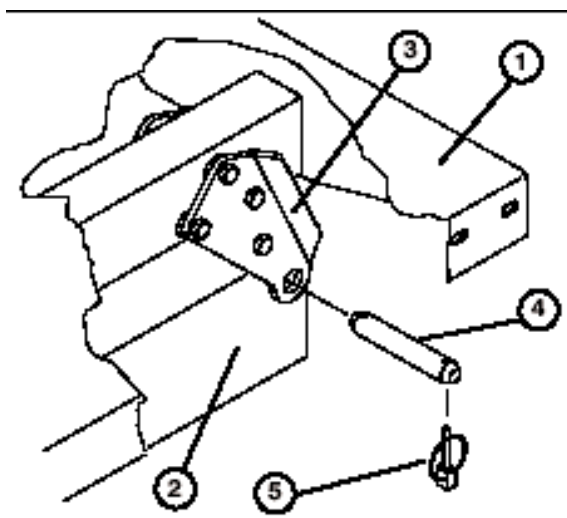

Bild 10
3. Nehmen Sie die Lastösenbolzen ab, mit denen die Zylinderstangenenden an den Pritschenbefestigungsplatten befestigt ist. Drücken Sie die Bolzen hierfür nach innen (Bild 10).
4. Nehmen Sie die Klappstecker und die Lastösenbolzen ab, mit denen die Schwenkhalterungen an den Rahmenkanälen befestigt sind (Bild 10).
Hinweis: Achten Sie darauf, dass die Schwenkplatten am Pritschenrahmen bzw. -kanal so festgeschraubt sind, dass das untere Ende nach hinten abgewinkelt ist (Bild 10).
2. Setzen Sie die Pritsche vorsichtig auf den Fahrzeugrahmen. Richten Sie die hinteren Schwenkplattenlöcher der Pritsche mit den Löchern am hinteren Rahmenkanal aus und montieren Sie die (2) Lastösenbolzen und Klappstecker (Bild 10).
3. Befestigen Sie bei abgesenkter Pritsche jedes Ende der Zylinderstange mit einem Lastösenbolzen und einem Klappstecker an den entsprechenden Einschüben in den Befestigungsplatten der Pritsche. Setzen Sie den Lastösenbolzen von der Außenseite der Pritsche ein. Der Klappstecker sollte außen (Bild 10). Die hinteren Einschübe sind für die Montage der großen Pritsche und die vorderen Einschübe sind für die Montage der $\frac{2}{3}$ Pritsche gedacht.